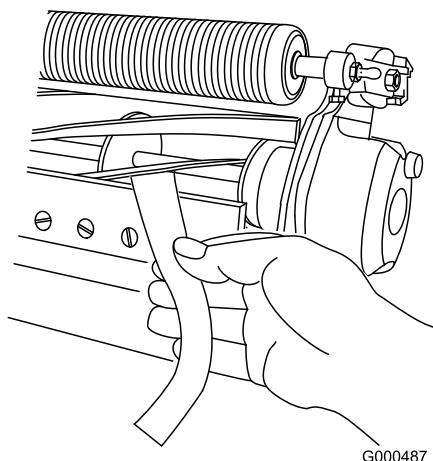

Figure 7
1. Vis de réglage de la barre d'appui (2)
- B. Insérez une longue bande de papier de performance de coupe entre le cylindre et la contre-lame, perpendiculairement à la contre-lame (Figure 7), puis tournez **lentement** le cylindre en avant ; il devrait couper le papier ; s'il ne le fait pas, répétez les opérations A et B jusqu'à ce que le papier soit coupé.
11. Insérez une longue bande de papier de performance de coupe (réf. Toro 125-5610) entre le cylindre et la contre-lame, perpendiculairement à la contre-lame (Figure 7), puis tournez **lentement** le cylindre en avant ; il devrait couper le papier ; s'il ne le coupe pas, tournez chaque vis de réglage de la barre d'appui de 1 cran dans le sens horaire et répétez cette opération jusqu'à ce que le papier soit coupé.